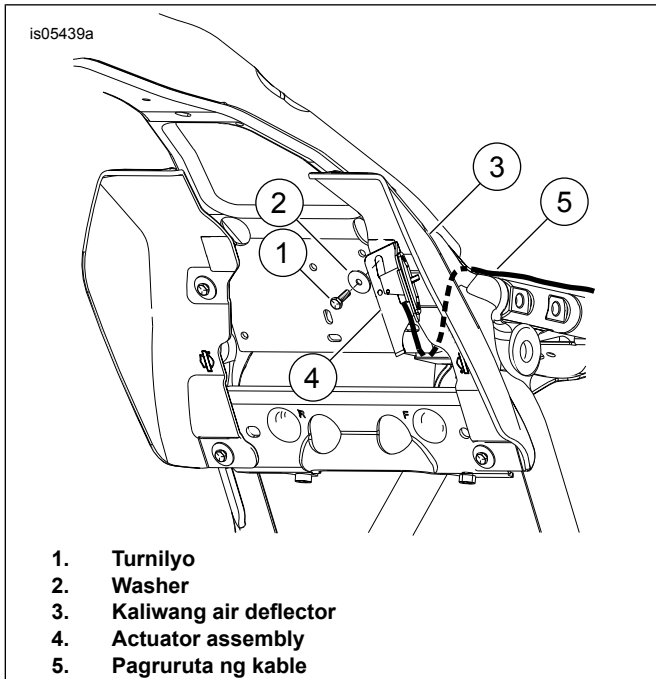

Figure 5. Pagkakabit ng Actuator Assembly na may Mid-Frame Air Deflector
3. Tingnan ang Figure 5 . Hilahin palabas ang plastik na clip ng kable ng spark plug palabas ng butas sa frame plate sa lokasyon kung saan ikakabit ang bracket ng pang-adjust na handle. Itapon ang plastik na hose clip.
8. Figure 5 Siguruhin na ang kable ng pang-adjust ng backrest ay hindi nakakonekta sa pang-mount na bracket. Simula sa dulo ng actuator assembly, iruta ang kable ng backrest sa ilalim ng cross-member plate at pataas papasok sa frame (5).
10. Figure 5 I-slide ang flat na bahagi ng bracket ng actuator assembly (4) sa likod ng mga kable at ihanay ang itaas na pang-mount na butas ng deflector sa butas sa bracket ng pang-adjust ng handle. Siguraduhin na ang hook/bent tab ng bracket ay nakakabit sa dulo ng cross-member plate. Kapag nakahanay na, ipasok at higpitan ang turnilyo at washer.